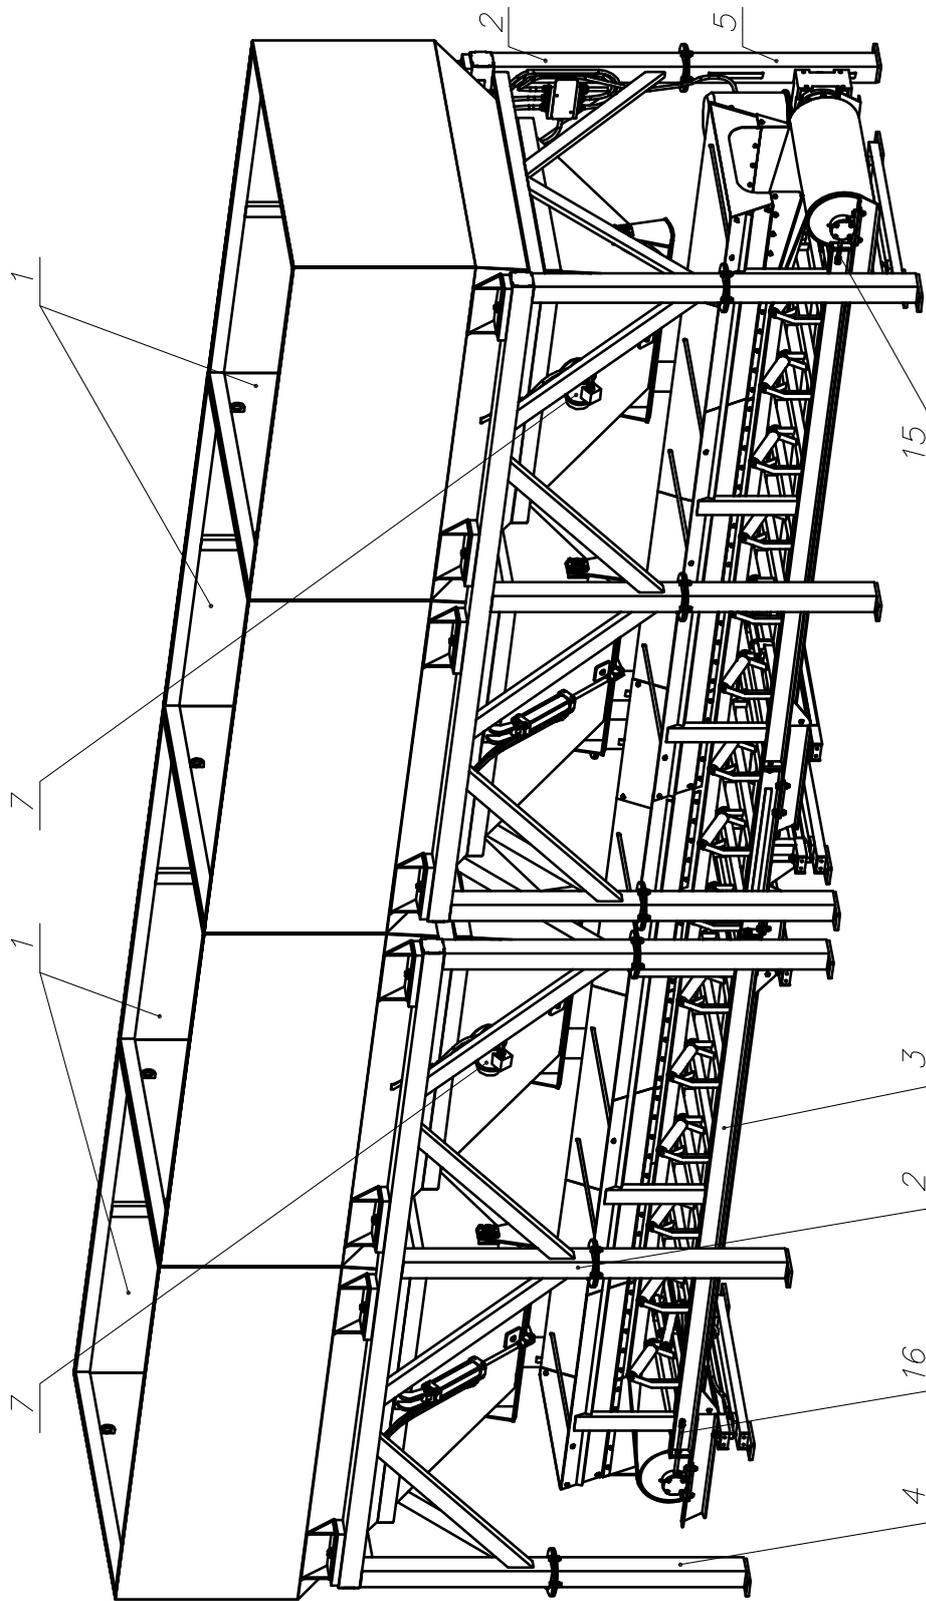

Рисунок 3. Общий вид дозатора ДЗ-28 вид спереди.
2. Подвести воздух к дозатору в соответствии с пневмосхемой рис. 3, 4.